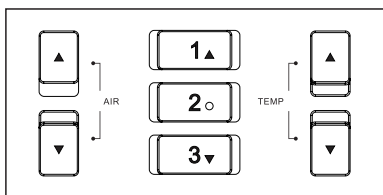

Figura 1-4
1. Regolare il valore del flusso aria: premere i tasti \uparrow o \downarrow di AIR (come mostrato nella Figura 1-4), premere il tasto a lungo per regolare rapidamente e il valore impostato viene automaticamente salvato 3 secondi dopo la pressione del tasto.